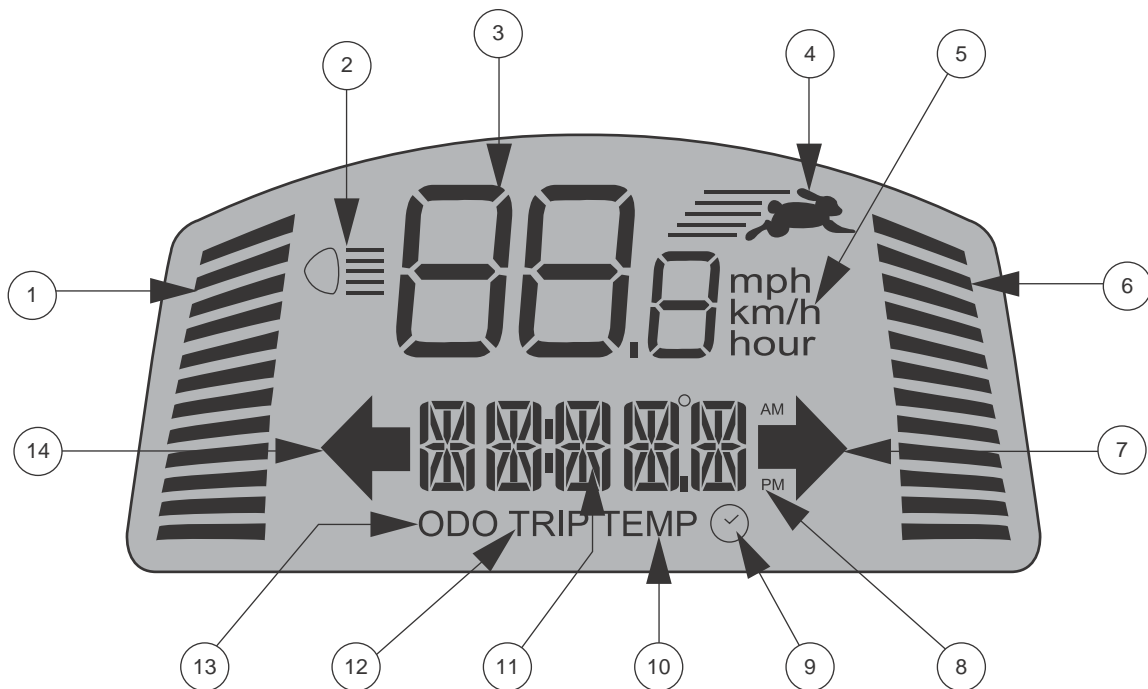

Figura 2. Pantalla LCD
- Presione el botón **Alta-baja** una vez para configurar el ajuste de velocidad a alta. El indicador Alta-baja aparecerá en la pantalla LCD. **Ver la figura 2.** El uso de esta configuración junto con los botones de ajuste de la velocidad permitirá que el vehículo PMR llegue hasta la velocidad máxima preprogramada para el vehículo PMR.
Estos botones de ajuste le permiten preseleccionar y limitar la velocidad de su vehículo PMR. Esto se señala a través del indicador de velocidad máxima en la pantalla LCD. **Ver la figura 2.**
**NOTA:** Cuantas más barras aparezcan en el indicador de velocidad máxima, más rápida será su velocidad máxima preseleccionada. Ver la figura 2.
El panel de control LCD ofrece información de retroalimentación a través de la intuitiva pantalla LCD. **Ver la figura 2.** La pantalla LCD también se usa durante la instalación (activación) de las distintas configuraciones del panel de control. **See el cuadro 1.**